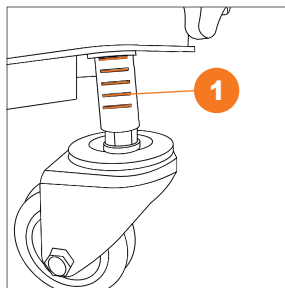

Рис. 12
- По мере истирания щетки производите регулировку прижима. Регулировку осуществляйте при помощи регулировочных колес ❶ (Рис. 12), после регулировки щетка должна слегка касаться убираемой поверхности равномерно по всей своей длине, не допускайте перекосов при регулировке, используйте специальные метки на штанге регулировочного колеса.